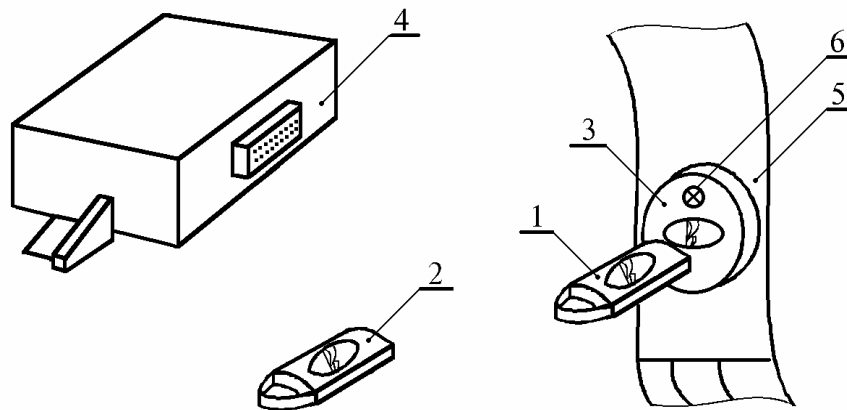

Рис.1. Состав противоугонной системы:
1.1 Автомобильная противоугонная система (иммобилизатор) предназначена для предотвращения несанкционированного запуска двигателя и состоит из рабочего кодового ключа 1 (черного цвета), рис.1, обучающего кодового ключа 2 (красного цвета), индикатора состояния системы (ИСС) 3, блока управления 4. Кодовые ключи имеют маркировку "АПС-4".